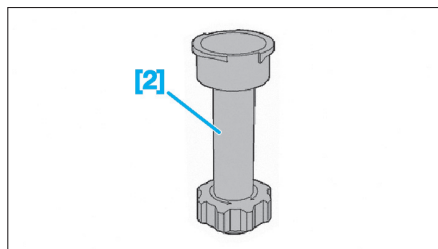

Fig. 41
- [2]. Adaptateur pour cylindre de charge (réf : 4222-T) (Fig.41).